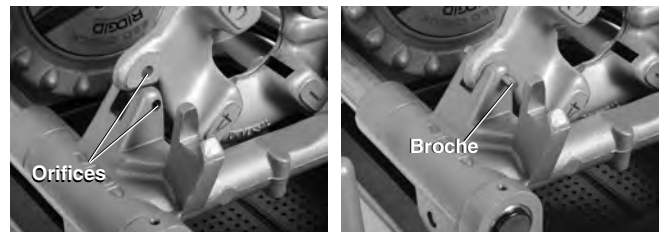

Figure 26 – Rétention de la tête de filière à gauche
2. Enfilez une broche de $\frac{5}{16}$ " et de 2" de long à travers les orifices du support de chariot et de la tête de filière à gauche pour la retenir (*Figure 26*).